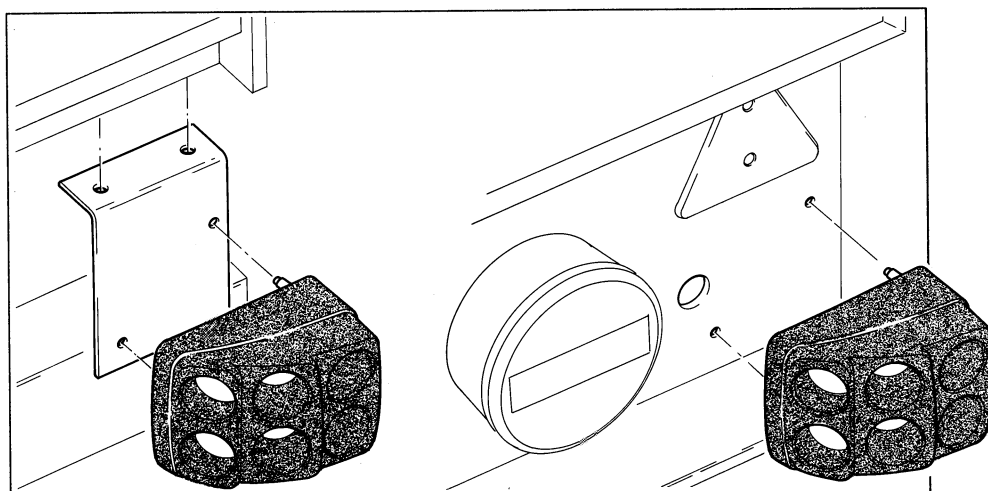

imagen 4a. Montaje de las unidades ultrasónicas con o sin placa de montaje.
- Puede efectuarse el montaje de la unidad con o sin placa de montaje (opcional) que puede suministrarse (imagen 4a).